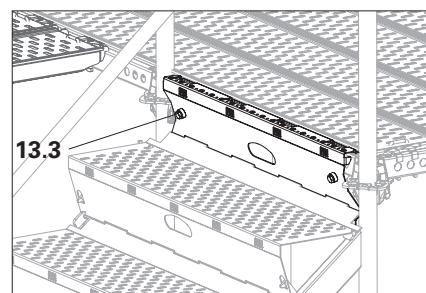
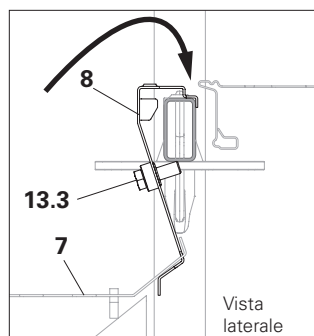

Fig. A2.11d
Fig. A2.11e
4. Riportare il gradino terminale UAE (13) indietro insieme all'ultimo gradino finché il gradino terminale UAE (13) si innesta nel corrente orizzontale (5). (Fig. A2.11d + Fig. A2.11e)
(Fig. A2.11e)